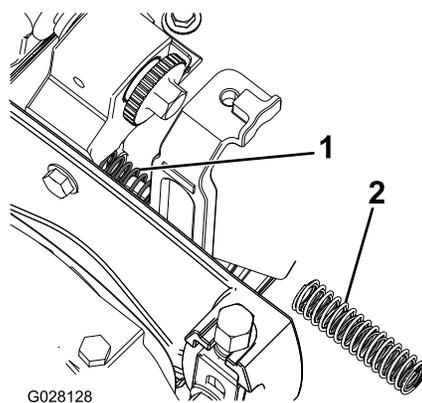

Figure 6
11. Avec une pince à bec long, déposez les ressorts de compression de chaque côté du plateau de coupe et remplacez-les par les ressorts de compression intérieur et extérieur neufs (Figure 6).